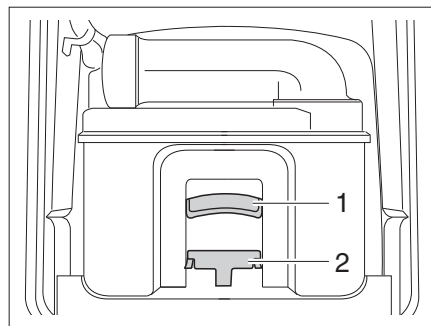

Fig. 164 Cassette Thetford
- Accionar el desbloqueo (Fig. 164,1) y extraer el inodoro cassette sujetándolo del asidero (Fig. 164,2).